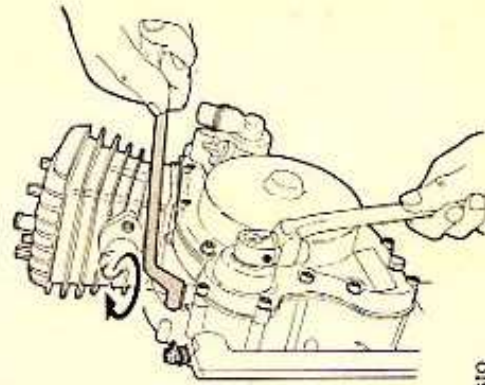

FIG. 49 Montaggio vite arresto
- 24) Montare una nuova guarnizione del coperchio, quindi il coperchio frizione (previo controllo del foro di drenaggio liquido) e le viti di unione bloccando con $1 \div 1,2$ kgm. Innestando la leva messa in moto sul suo albero ruotarlo in senso antiorario di circa 180° e montare la vite di arresto bloccandola con $2,9 \div 3$ kgm (fig. 49).